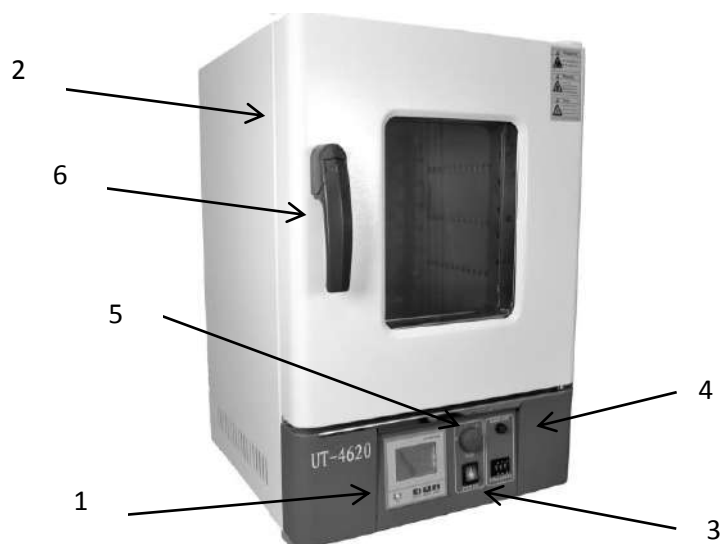

Рис. 1. Шкаф сушильный. Общий вид.
Общий вид шкафа показан на рис. 1. Шкаф выполнен в виде единого блока, на передней панели которого расположены: панель управления (1), дверца со смотровым окном (2), выключатель электропитания (3), система защиты от перегрева (4), регулятор вентилятора (5). Дверца запирается на замки, открываемый при помощи ручки (6).